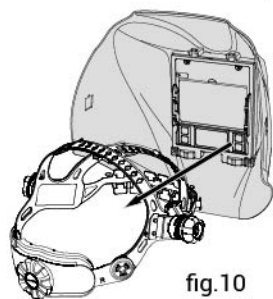

fig.10
- Rimuovere completamente il sostegno per la testa originale (vedere fig. 10).